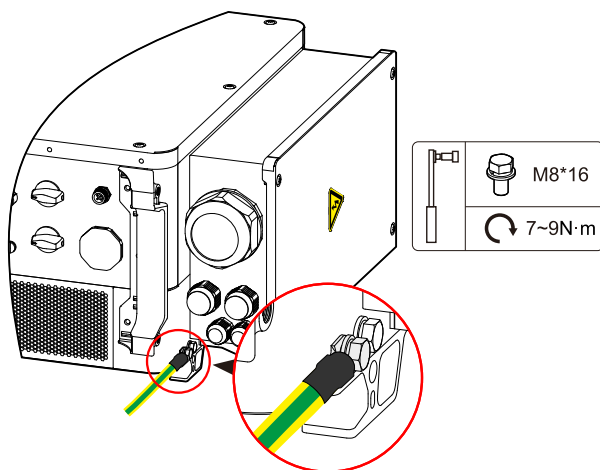

Figura 3-27 Collegamento di messa a terra esterno
- Fase 2 Collegare il filo di messa a terra crimpato al terminale per la messa a terra esterna sul lato inferiore dell'inverter, come illustrato nella Figura 3-27.